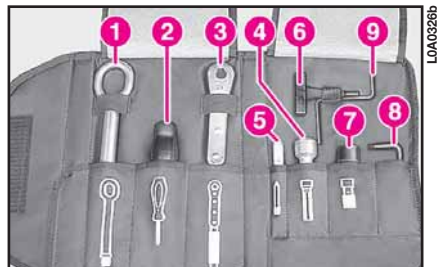

fig. 8
9) Ouvrir la trousse à outils et enlever les outils nécessaires (fig. 8):